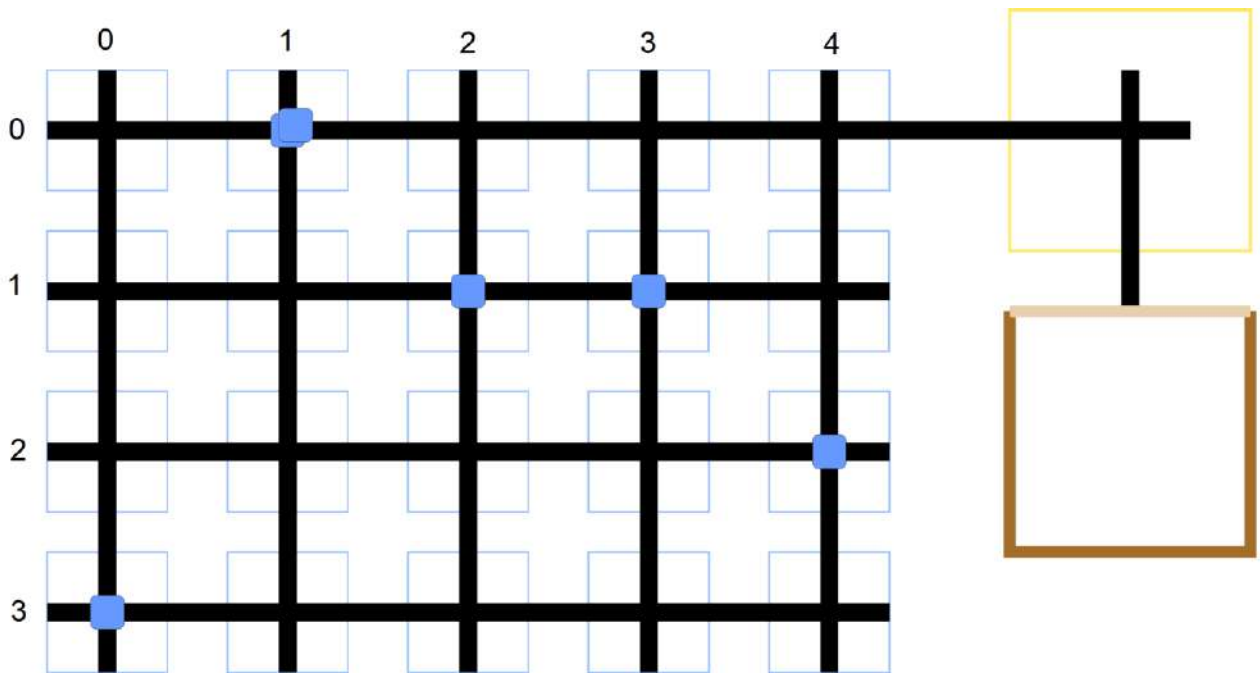

Рис. 1. Пример начального расположения кубов
- Двойной кубик может располагаться только на 1, 2 или 3 вертикальной линии (рис. 1), на оставшихся вертикальных линиях по одному кубику.